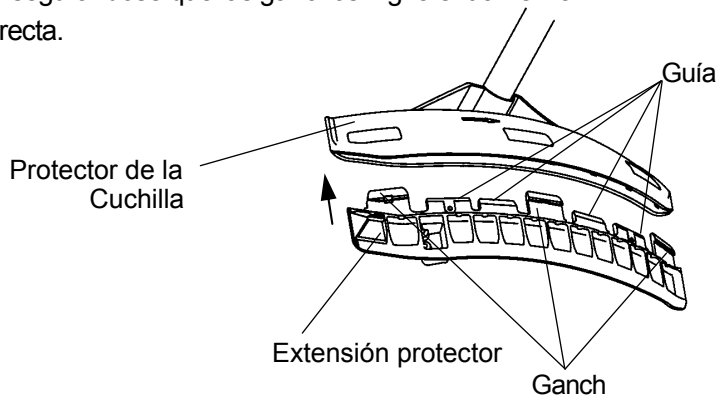
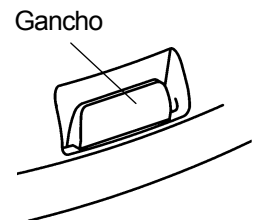

Fig.4
Fig.5
2. Coloque la guía del protector en los agujeros como se muestra en la fig 4. Asegurándose que las ganchos Fig. 5 entran en la posición correcta.